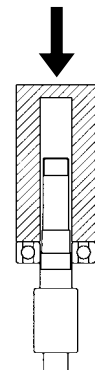

図 9
- (1) 出口側ベアリング⑳を、シャフト㉑の段付部まで完全に圧入する。(図 9)
- (2) ベアリングワッシャ㉒、ベアリングナット㉓を取り付ける。
- (3) 出口側ベアリング㉒を出口側ベアリングボックス㉔に挿入する。
- (4) (MLC-581,701, GLC-585,705) ヒートファン㉕を取り付ける。
- (5) ベアリング押さえ㉖を取り付ける。
- (6) 出口側ベアリングボックス㉔をファンケース(A)㉗に取り付ける。
- (7) ファンキー㉘を取り付ける。
- (8) ファン㉙、デフレクタ㉚、ファンケース(B)㉛の順で全てのファン㉙まで組み立て、カラー㉜を取り付ける。